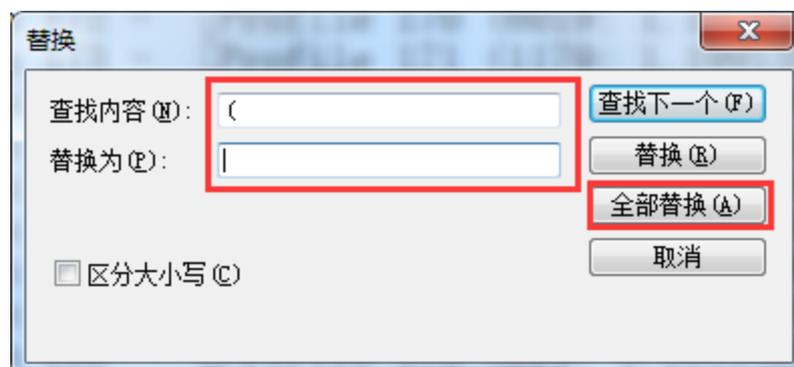

图 017-4 选择替换
3、选择文本文件的**编辑-替换**，将“(”：“””)全部替换为空，如图 017-4;